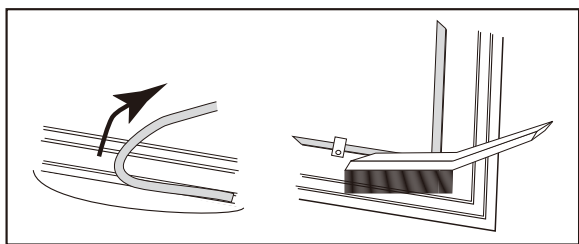

図 25 ガスケットを取り外し、ワイヤブラシで溝の中を掃除します。
1. 9/16" のレンチでロックナットを取り外す。（図 25）
1. 現在のガスケットの片方の端を握って、強く引っ張ります。(図 25)
2. ワイヤブラシやマイナスドライバーの先端等で、溝に残っているシリコンやガスケットくずを掻き出します。(図 25)